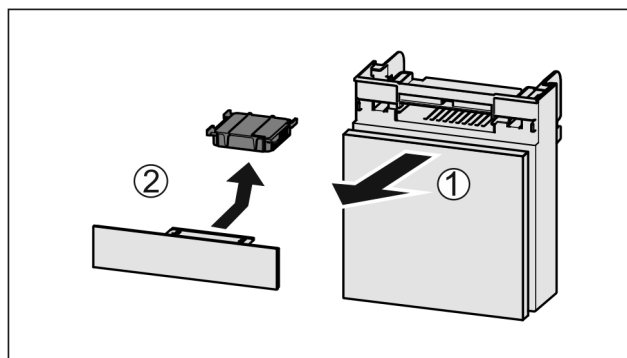

Fig. 212
- Pretinac izvucite Fig. 212 (1) prema naprijed.
- Izvadite filtara s aktivnim ugljenom Fig. 212 (2).